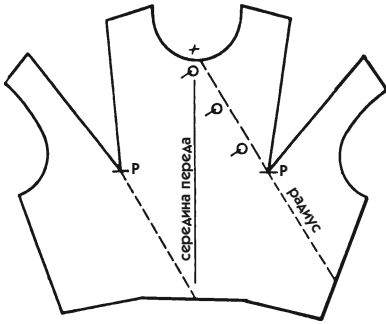

Рис. 511
1. Подготовьте лекало лифа целиком (правую и левую стороны), переведя вытачки в то место, где они не смогут исказить вид модели. В данном примере вытачки переведены к линии плечевого среза как для левой, так и для правой стороны (рис. 511).
- От точки Р к пройме проведите линию, обозначающую край застежки. Эта линия пройдет на определенном расстоянии от пуговицы (см. пояснение к рис. 167, а также рис. 511, засечка X).
- Проведите параллельно линии вытачки правой половины лекала от точки Р (рис. 511).